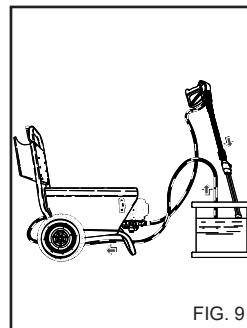

FIG. 9
1) Efter användning med rengöringsmedel ska högtrycksvattensystemet sköljas ordentligt. Låt pumpen vara igång i 1 minut. Doseringskranen ska vara stängd. (fig. 9).
4) Efter användning med rengöringsmedel ska högtrycksvattensystemet sköljas ordentligt. Låt pumpen vara igång i 1 minut. Doseringskranen ska vara stängd.(fig. 9)